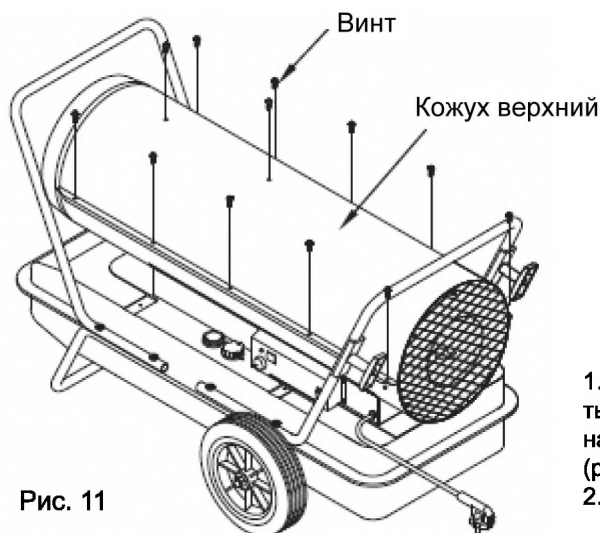

Рис. 11
1. Отверните с помощью отвертки винты крепления кожуха, расположенные на его фланцах и на верхней части (рис. 11).
1. Снимите верхний кожух (рис. 11);
- 1.Снимите верхний кожух (рис.11);